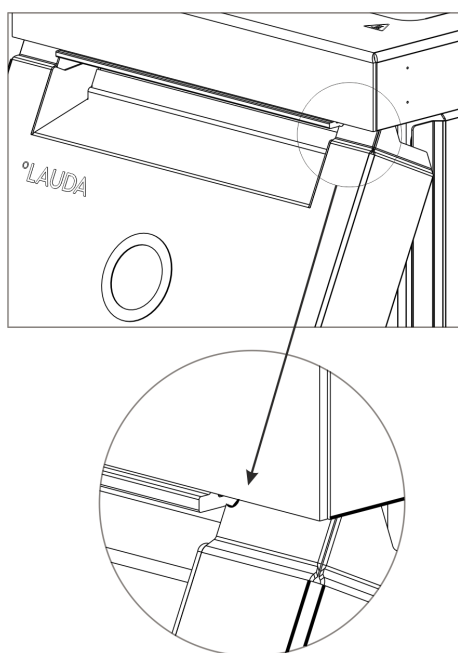

Abb. 40: Radien an der Frontblende
2. Schieben Sie die Frontblende nur so weit nach oben, dass die Radien noch zu sehen sind Abb. 40.